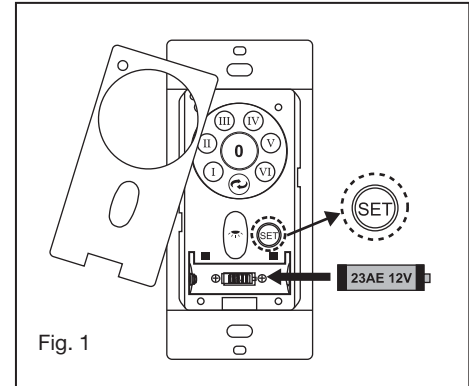

Fig. 1
- 1 Insérez le récepteur dans le haut du boîtier du ventilateur. (Fig. 1) Pour de meilleures performances, assurez-vous que l'antenne noire, à l'extrémité du récepteur, reste déployée et ne s'emmêle avec aucun des fils électriques.
- 1 Retirez l'une des trois vis du moyeu de montage situé sur le moteur du ventilateur. Desserrez les 2 autres vis. (Ne pas retirer) (Fig.1)
- 1 Retirez la plaque murale existante et l'ancien interrupteur du boîtier de prise murale. (Fig. 1)
- 5 Bouton de réglage du code "SET": Suivez les étapes ci-dessous pour utiliser le bouton de réglage. (Fig. 1)